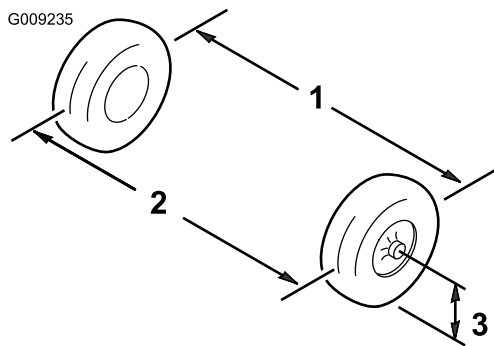

Figure 83
5. Mesurez la distance entre les roues avant à hauteur d'essieu, à l'avant et à l'arrière des roues (Figure 83).